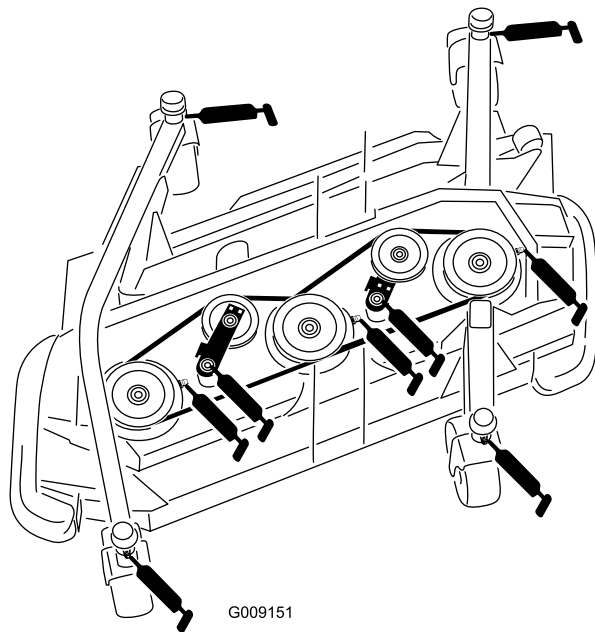

Рисунок 85
- Втулка вала вилки поворотного колеса (4 шт.) (Рисунок 85)
- Подшипники шпинделей (3 шт.) (расположенные в корпусе шпинделей), как показано на Рисунок 85
- Втулки шарниров рычагов натяжных роликов (2 шт.) (расположенные на осях шарниров натяжных роликов), как показано на Рисунок 85